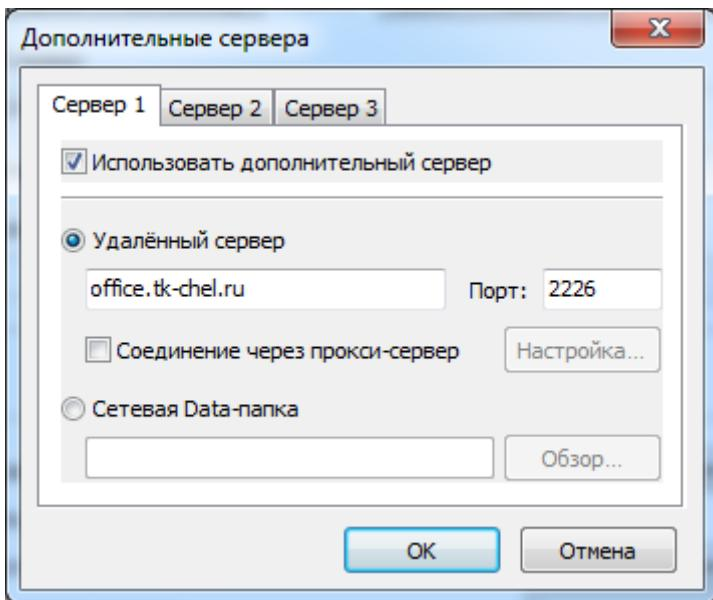

Рис.43 – Настройка дополнительного сервера.
- Если есть необходимость использования дополнительного сервера, нажмите кнопку **Дополнительный сервер**. Появится окно настройки дополнительного сервера (рис.43).